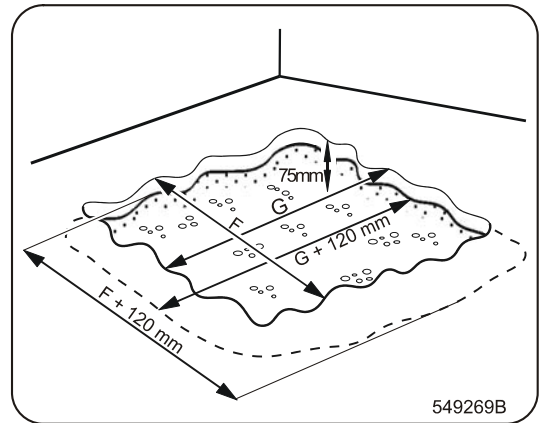

Fig. 14 Fast förankrade maskiner,
- Ta bort det befintliga golvet till ett djup av ca 75mm / 2.95", se fig. 14.